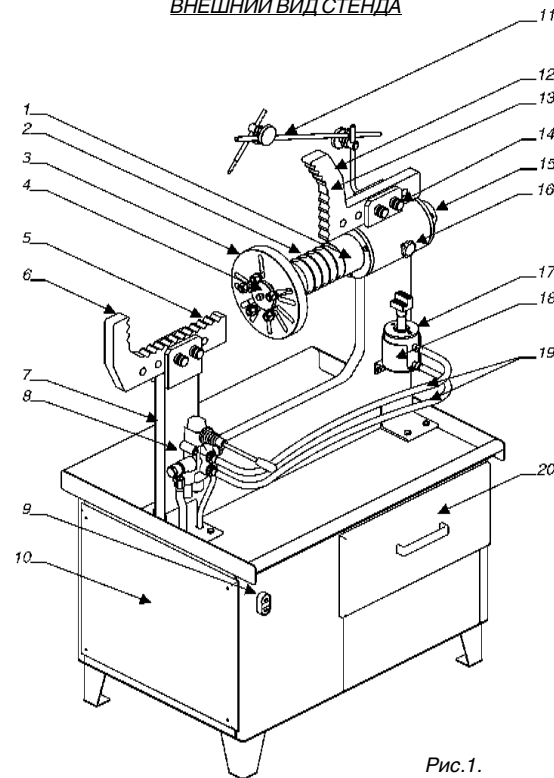

Рис.1.
Внешний вид стенда для правки дисков «Фаворит» приведен на рис. 1.
- 6.1.1. Распакуйте стенд и отдельные узлы. Установите стенд на ровной площадке с твердым покрытием таким образом, чтобы обеспечивался свободный доступ к элементам конструкции, а стенд устойчиво стоял на всех четырёх опорах. Установите упоры следующим образом: на левое окончание струбицы установите упор с опорными площадками, расположенными с внутренней стороны; на правое — упор с опорными площадками, расположенными с наружной стороны. Проверьте положение упоров по *Рис. 1*. Соберите и установите индикатор биения. Удалите сухой ветошью консервационную смазку с элементов конструкции.